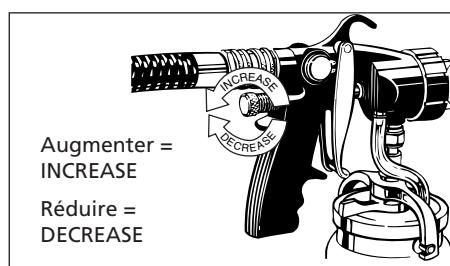

Fig. 13 - Ajustement du débit de matériel
5. Pour ajuster le débit du matériel, tourner le bouton de débit du matériel au sens des aiguilles d'une montre pour réduire, et au sens contraire de celles des aiguilles d'une montre pour augmenter. (Voir Fig. 13).